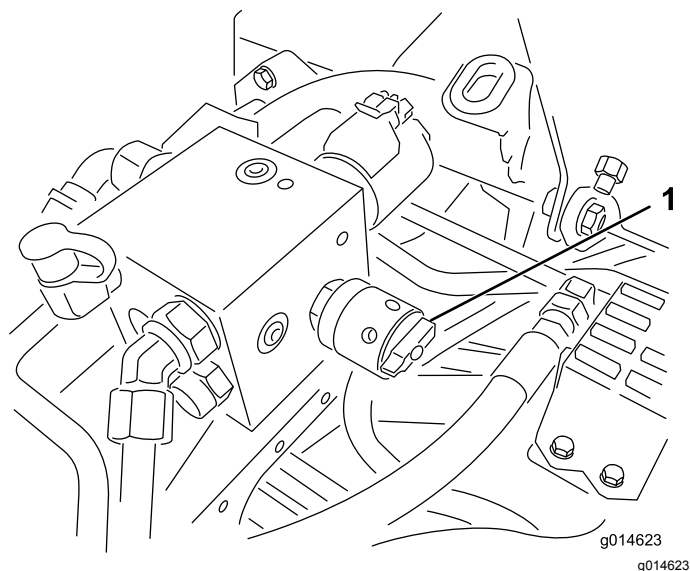

Figura 53
4. Ajuste a velocidade dos cilindros, rode o manípulo (Figura 53) até que as setas indicadoras fiquem alinhadas com o número que determinou no passo 3.
6. Rode o controlo da velocidade dos cilindros para a posição 1 (Figura 53).